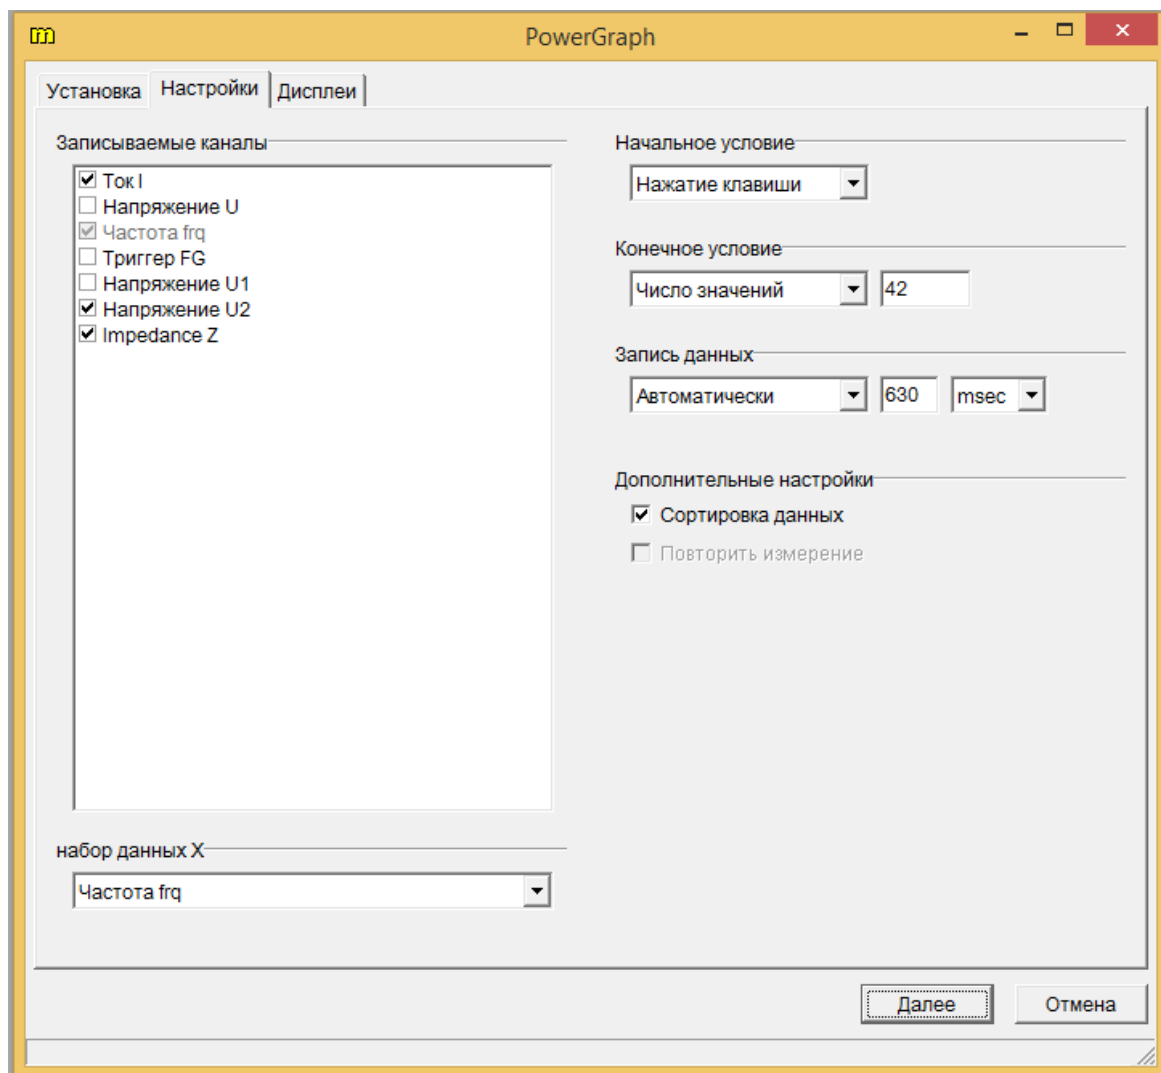

Рис. 13. Параметры вкладки Настройки.
8. Перейдите во вкладку «Настройки» окна PowerGraph и установите параметры, указанные на рис. 13.